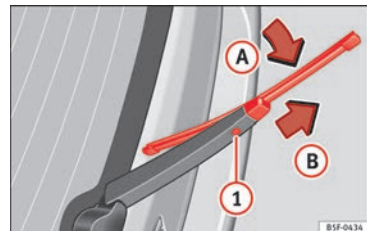

Bild 82 Byta bakrutans torkarblad
- Vrid bladet något » » **bild 82** (pil ②).
- Håll in frigöringsknappen ① och dra samtidigt bladet försiktigt i pilens riktning ②.
- Montera ett nytt blad av **samma längd och av samma typ** på torkararmen i motsatt riktning till pilen ② och haka fast det knapp ①.